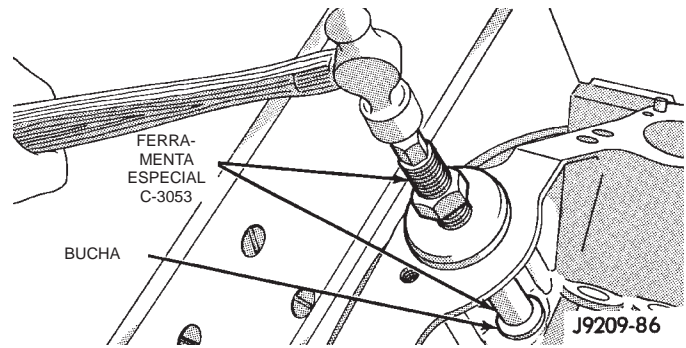

Fig. 45 Instalação da Bucha do Eixo Propulsor do Distribuidor
(1) Deslize a nova bucha sobre a extremidade de brunimento da Ferramenta do Brunidor/Impulsionador da Bucha do Eixo Propulsor do Distribuidor C-3053. Insira a ferramenta e a bucha no cilindro.
(2) Conduza a bucha e a ferramenta na posição adequada, usando um martelo (Fig. 45).